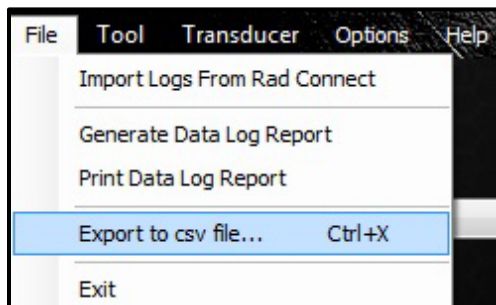

Figure 5.7-1: Bouton **Export**
1. Dans l'onglet « File », appuyez sur « **Export to csv file...** » (Figure 5.7-1).